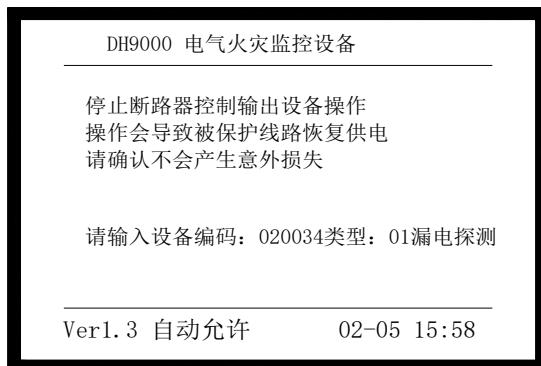

图 5-20 停止断路器控制输出操作界面
- ◆ 按“TAB”键，参照“附录二 设备类型表”，输入其设备类型“01”（如图 5-20）。